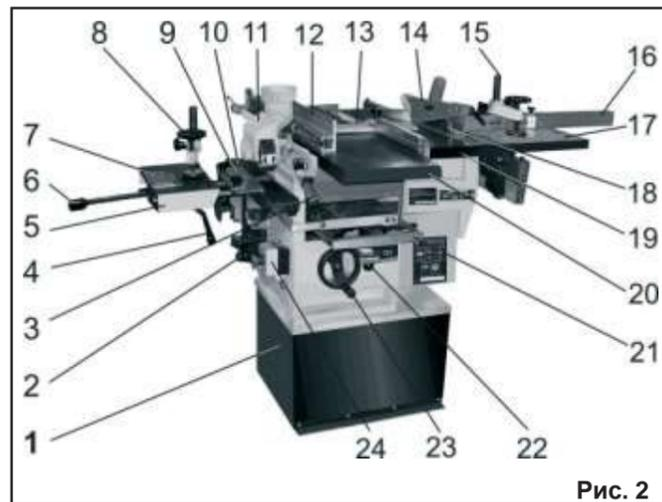

Рис. 2
8.2.1. Как показано на Рис. 2, 3, 5, со стороны пыльного диска (18) установите и закрепите направляющую суппорта.